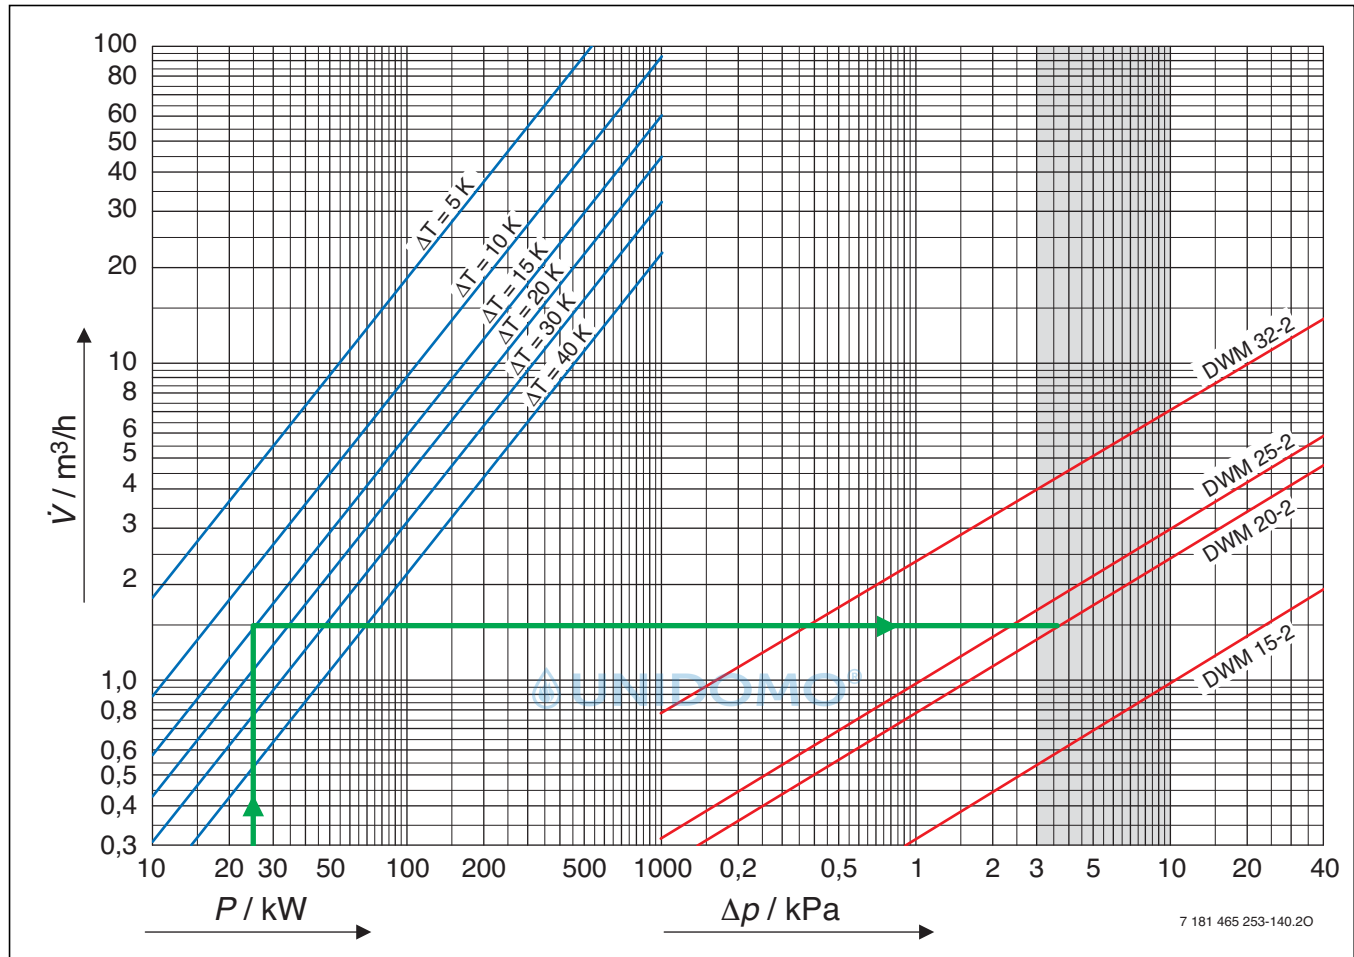

Bild 45 Auslegungsdiagramm für 3-Wege-Mischer
Um eine gute Reglercharakteristik zu erreichen, muss der Druckverlust im Mischer etwa gleich dem Druckverlust des sogenannten „mengenvariablen“ Teils des Rohrnetzes sein, also ebenfalls ca. 3,0 ... 10,0 kPa. Dieser Zusammenhang liegt dem Dimensionierungsdiagramm (Bild 45) zugrunde.
- In der linken Hälfte von Bild 45 den Schnittpunkt von der Leistungslinie und der Temperaturdifferenzlinie suchen.
- In der linken Hälfte von Bild 45 den Schnittpunkt von der Leistungslinie und der Temperaturdifferenzlinie suchen. Dieser liegt bei dem Durchfluss von ca. $1,5 \text{ m}^3/\text{h}$.